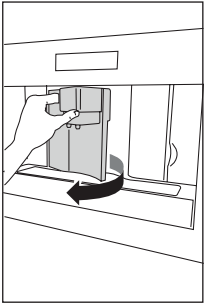

Abb.23
- ▶ Öffnen Sie die Serviceklappe (Abb. 23).